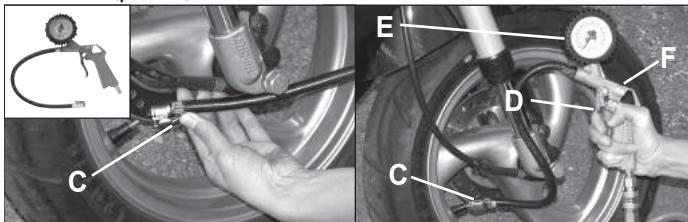

Рис.2
2. Подсоедините пневмопистолет к шлангу компрессора согласно рисунку 1. Подсоедините наконечник **C** пневмопистолета к ниппелю шины, предварительно нажав на язычок (рис. 2).
3. Включите компрессор и начните накачку шины, держа нажатым спусковой рычаг **D** (рис. 2). Отпустите его и проверьте по манометру **E**, какое давление достигнуто. При необходимости повторите накачку, пока давление в шине не достигнет желаемой величины. Чрезмерно высокое давление можно сбросить, нажав на пневмопистолете кнопку **F**.